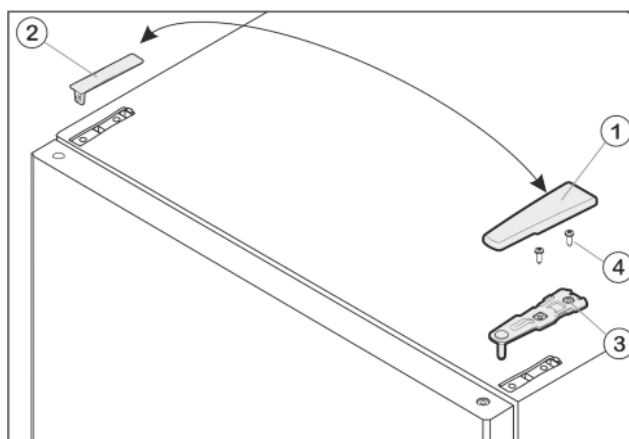

Fig. 8
- ▶ Kryt Fig. 8 (1) stáhněte dopředu a nahoru.
- ▶ Kryt Fig. 8 (2) zvedněte.
- ▶ Horní stojan ložiska Fig. 8 (3) odšroubujte (2 krát Torx® 25) Fig. 8 (4) a stáhněte nahoru.
- ▶ Horní stojan ložiska *Fig. 8 (3)* vložte na nové straně závěsu do dvířek.
- ▶ Horní stojan ložiska **příšroubujte (s 4 Nm)** (2krát Torx® 25) *Fig. 8 (4)*. Díry pro šrouby případně předem propíchněte nebo použijte akumulátorový šroubovák.
- ▶ Kryt *Fig. 8 (1)* a kryt *Fig. 8 (2)* vždy na opačné straně zvenku nasadíte a zaklesnete.